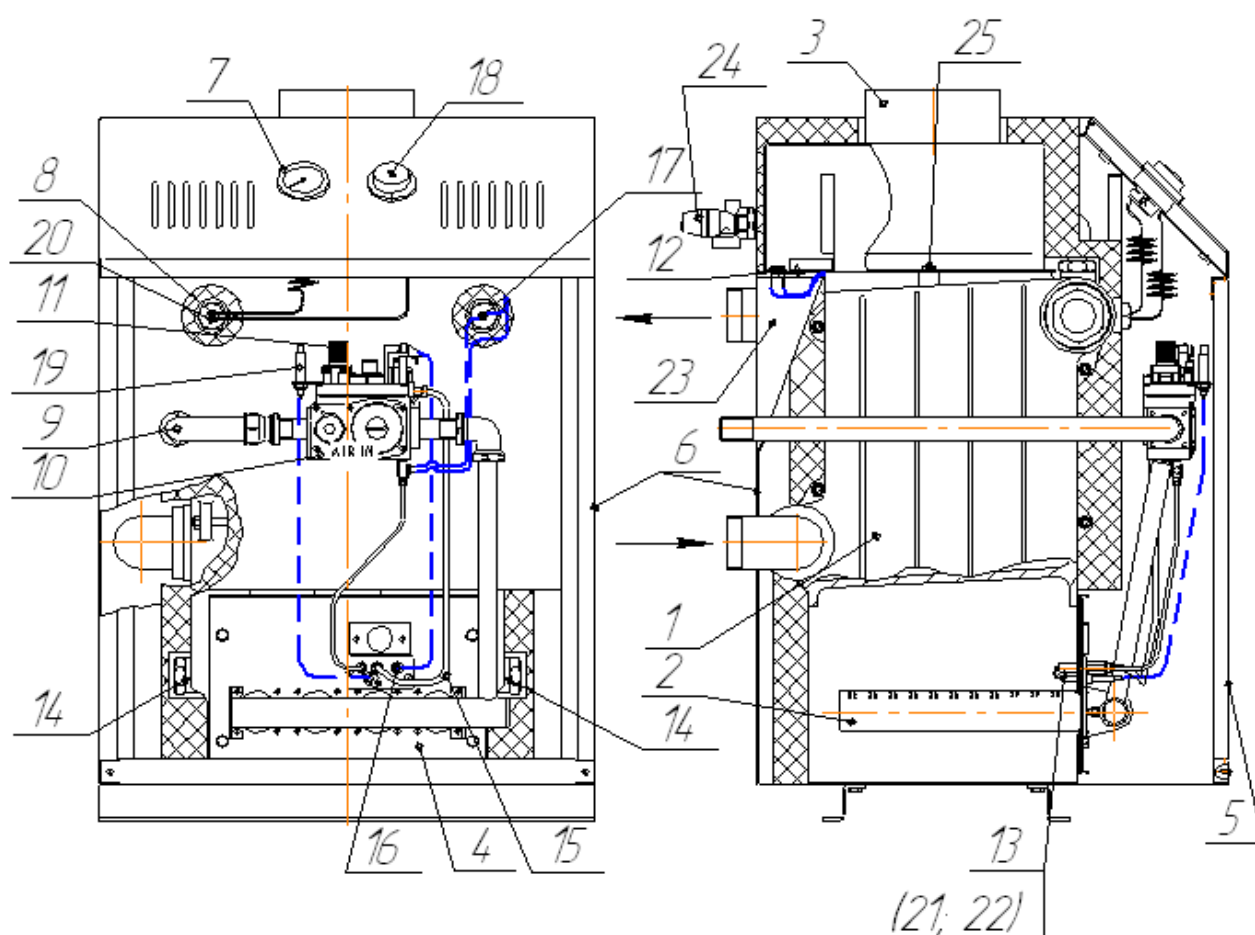

Рис. 2. Конструкция котла.
Конструкция котла представлена на рис. 2.
4.2 Конструкция котла представлена на рис. 2. Котел рис. 2 состоит из следующих основных узлов и деталей: чугунного теплообменника поз.1, листа фронтального поз. 4 с закрепленными на нем трубами горелки поз. 2, газоотвода поз.3, дверки поз. 5, облицовки (кожуха) поз. 6, указателя температуры воды поз. 7 с датчиком поз.8, газоподводящей трубки поз.9. При превышении избыточного давления воды в теплообменнике значения 4 кг/см² срабатывает предохранительный клапан поз. 24, сбрасывая воду в канализацию до уменьшения давления в теплообменнике.
Автоматика котла состоит из комбинированного газового клапана поз. 10, регулируемого термостата поз. 18 с датчиком поз. 20, предельного термостата с датчиком тяги поз. 17, датчика тяги поз. 12, блока запальной горелки поз. 13, установленного на фронтальном листе поз. 4. Блок пилотной горелки, рис. 2а, включает в себя запальную горелку, термопару поз. 21, миливольтный
Рис. 2а Схема расположения горелки запальной относительно основной
5.7 Перед началом монтажа необходимо провести расконсервацию котла, проверить правильность его сборки в соответствии с рис. 1 и рис. 2А, и убедиться в надежном и полном закреплении всех деталей и сборочных единиц.
6.2.1 Откройте дверцу 5 (см. рис. 2).